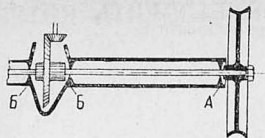
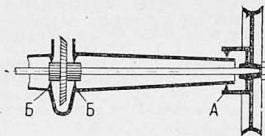
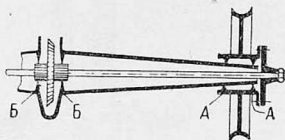

Рис. 8. Схема нагруженной полуоси. А — подшипники колеса; Б — подшипники ведомой шестерни главной передачи
Рис. 10. Схема три четверти разгруженной полуоси (А и Б — то же, что и на рис. 8)
Рис. 11. Схема разгруженной полуоси (А и Б — то же, что и на рис. 8)
1. **Нагруженная полуось.** Передает крутящее усилие и воспринимает усилия, действующие как со стороны колеса, так и со стороны главной передачи (рис. 8).
3. **Три четверти разгруженная полуось.** Передает крутящее усилие, разгружена от усилий главной передачи и частично разгружена от усилий, действующих со стороны ведущего колеса (рис. 10).
4. **Разгруженная полуось.** Передает только крутящее усилие и разгружена от всех других усилий как со стороны колеса, так и со стороны главной передачи (рис. 11).
При второй системе классификации полуосей, если учитывать нагрузку, действующую на полуось только со стороны колеса, получится три типа полуосей, так как системы крепления подшипника колеса (рис. 8 и 9) аналогичны. В этом случае полуось, изобра-
женная на рис. 8 и 9, носит название «неразгруженной», на рис. 10 — «полуразгруженной» и на рис. 11 — «разгруженной».